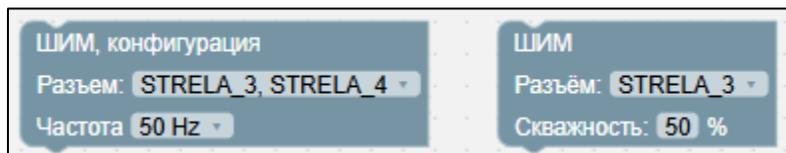

Рисунок 66 – Блоки «ШИМ, конфигурация» и «ШИМ»
- 1) Блоки «ШИМ, конфигурация» и «ШИМ» (см. Рисунок 66) – задает параметры ШИМ-сигнала на указанных разъемах. Блок выполняется однократно для настройки генератора.